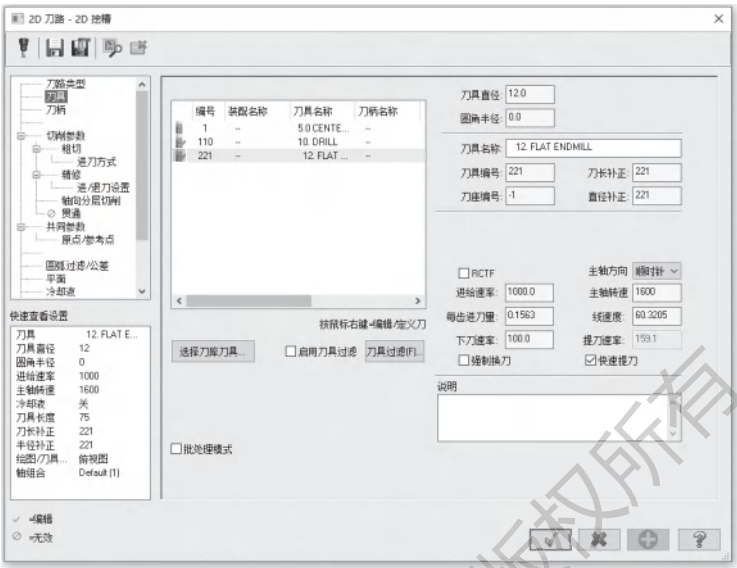

图 3-33 刀具选择与参数设置
2) 系统弹出【2D 刀路-2D 挖槽】对话框，打开【刀具】选项卡，创建直径为 12mm 的立铣刀，设置【进给速率】为 1000mm/min，【主轴转速】为 1600r/min，【下刀速率】为 100mm/min，勾选【快速提刀】复选项，如图 3-33 所示。